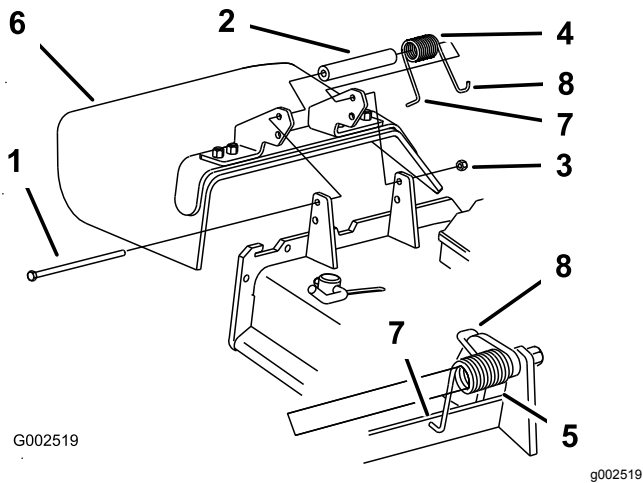

Figure 102
1. Retirez le contre-écrou, le boulon, le ressort et l'entretoise qui fixent le déflecteur aux supports de pivot (Figure 102).
Remarque: Prenez soin de placer l'extrémité en L du ressort derrière le bord du tablier avant de mettre le boulon en place, comme montré à la Figure 102.
- Placez l'extrémité en J du ressort autour du déflecteur d'herbe (Figure 102).